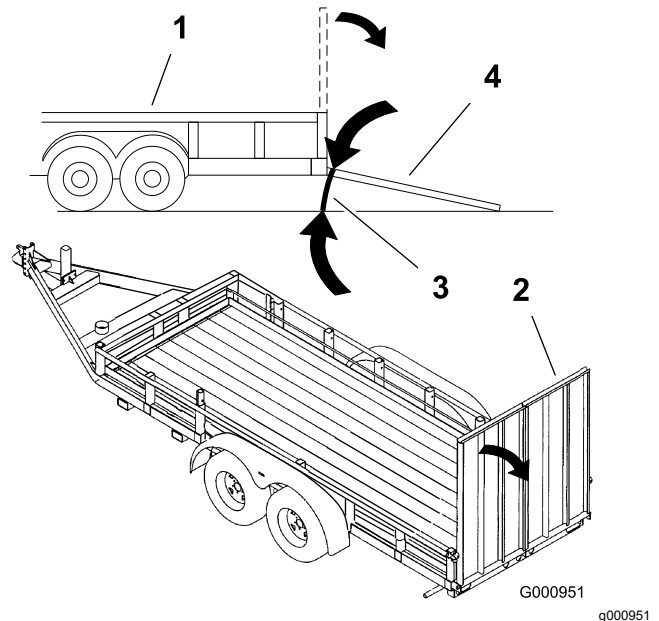

Figura 29
- Utilice una sola rampa lo suficientemente ancha como para sobresalir a cada lado de las ruedas traseras, en lugar de rampas individuales para cada lado de la máquina (Figura 29). Cuando está bajada y bloqueada, la plataforma debe extenderse hacia atrás entre las ruedas traseras, y sirve de tope para evitar vuelcos hacia atrás. Una rampa ancha proporciona una superficie de apoyo para la plataforma si la máquina empieza a volcarse hacia atrás. Con la plataforma elevada, queda sitio para desplazarse detrás de la máquina en una rampa ancha.
- La rampa debe tener una longitud suficiente, de manera que el ángulo no supere los 15 grados (Figura 29). Un ángulo mayor puede hacer que los componentes de los taladros se atasquen cuando la máquina se desplaza desde la rampa hasta el remolque o camión. Un ángulo mayor puede hacer también que la máquina vuelque hacia atrás. Si se carga en o cerca de una pendiente, coloque el remolque o el camión de tal forma que esté pendiente abajo, con la rampa extendida pendiente arriba. Esto minimiza el ángulo de la rampa. El remolque o el camión debe estar lo más horizontal posible.